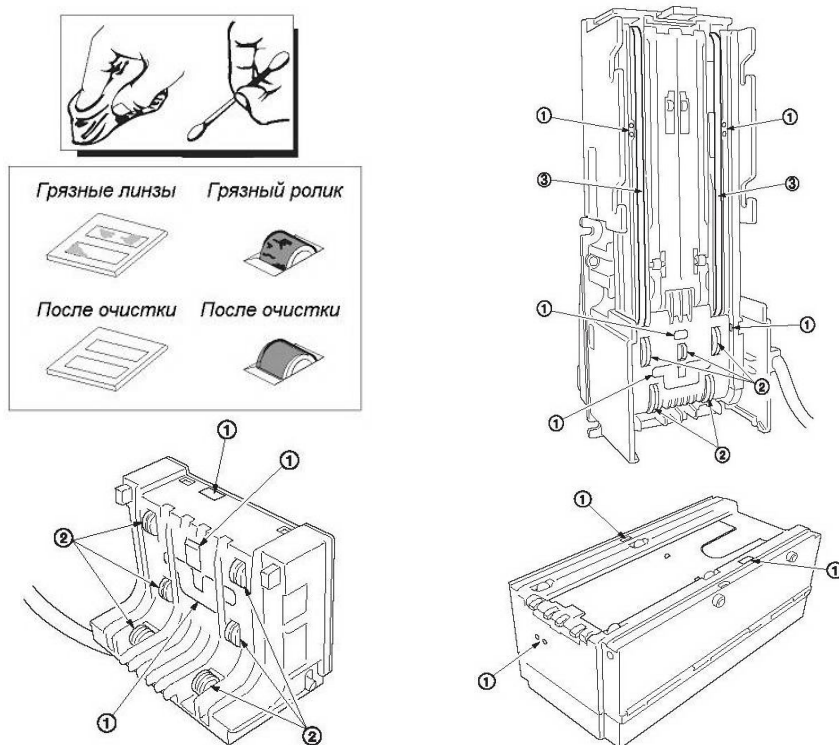

Рисунок 44 - Места очистки от грязи элементов купюроприемника.
- вытащить оптическую часть купюроприемника, см.рисунок 44, и при помощи кисточки удалить пыль из приемного канала;